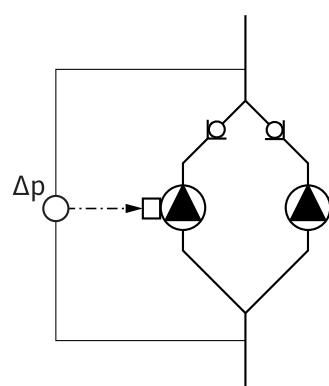

Fig. 13: Esimerkki, paine-eroanturin liitintä
- Esimerkissä Fig. 13 Master-pumppu on virtaussuuntaan nähdyn vasemmalla oleva pumppu. Paine-eroanturi yhdistetään tähän pumppuun.
Master-pumpun paine-eroanturin mittauspisteiden täytyy olla kyseessä koontiputkessa kaksoispumppuaseman imu- ja painepuolella (Fig. 13).